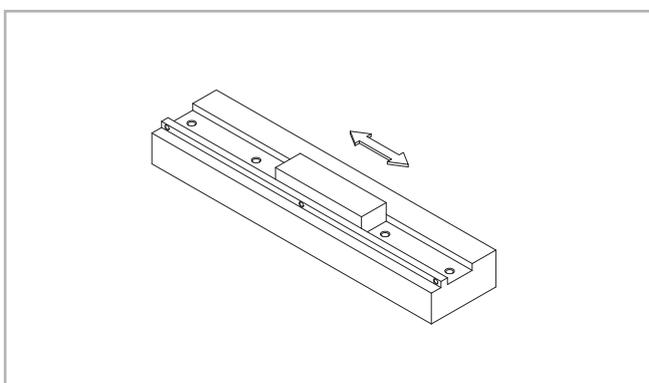

Fig. 57
(1) Lisser la surface de montage à l'aide d'une pierre à huile et éliminer les bavures, irrégularités et impuretés (voir fig. 57).